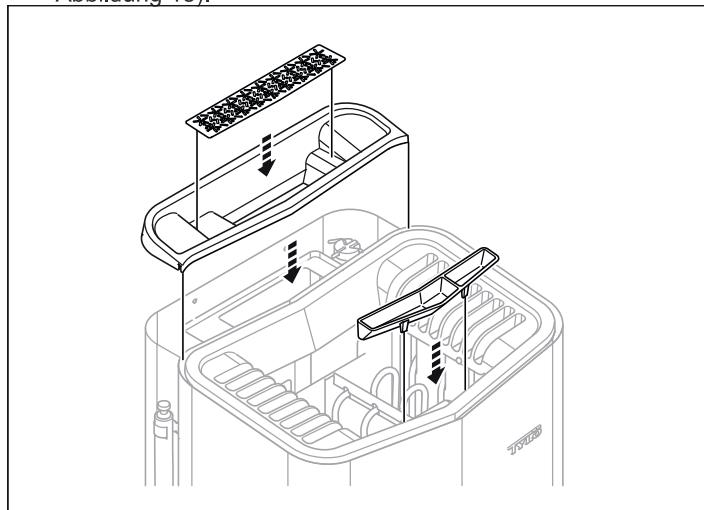

Abbildung 13: Montieren der Wasserbehälterabdeckung, des Kräuter-gitters und des Duftkonzentratbehälters/Luftbefeuhters
11. Montieren Sie die Wasserbehälterabdeckung, das Kräuter-gitter und den Duftkonzentratbehälter/Luftbefeuhter (siehe Abbildung 13).